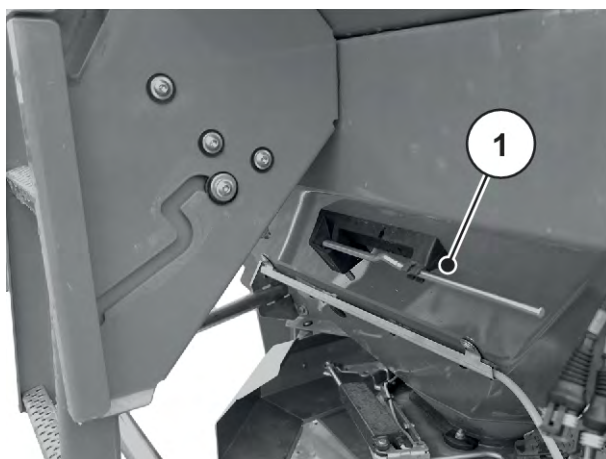

Рис. 27: Положение регулировочного рычага AXIS xx.2
- ▶ Поместите регулировочный рычаг в предусмотренное для него крепление. См. *Рис. 27 Положение регулировочного рычага AXIS xx.2*